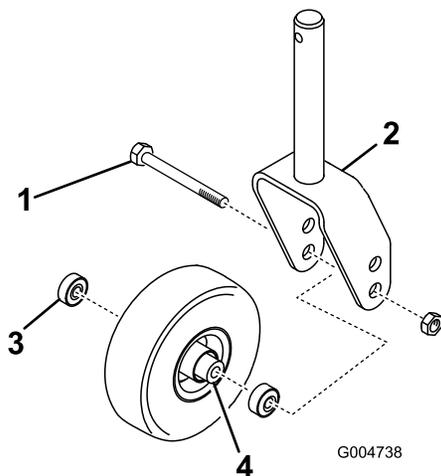
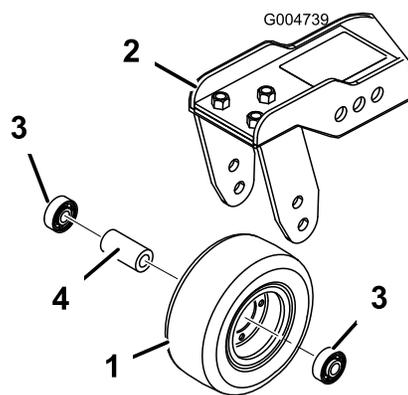

Figura 84
Figura 85
- Togliete il dado di bloccaggio dal bullone che fissa il gruppo ruota orientabile alla forcella (Figura 84) o al braccio di rotazione (Figura 85). Afferrate la ruota orientabile ed estraete la vite a testa cilindrica dalla forcella o dal braccio di rotazione.
- Togliete il cuscinetto dal mozzo della ruota e lasciate cadere il distanziale del cuscinetto (Figura 84 e Figura 85). Togliete il cuscinetto dalla parte opposta del mozzo della ruota.